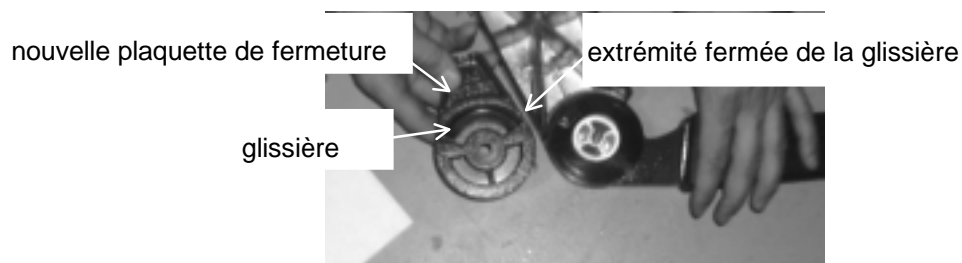

FIGURE 8: INST. ESPACEUR/GLISSIÈRE 18222
8. Insérer la glissière en plastique dans la nouvelle plaque de fermeture. Vérifier que l'extrémité ouverte de cette glissière est vis-à-vis de l'extrémité ouverte de l'autre glissière (Fig. 8).